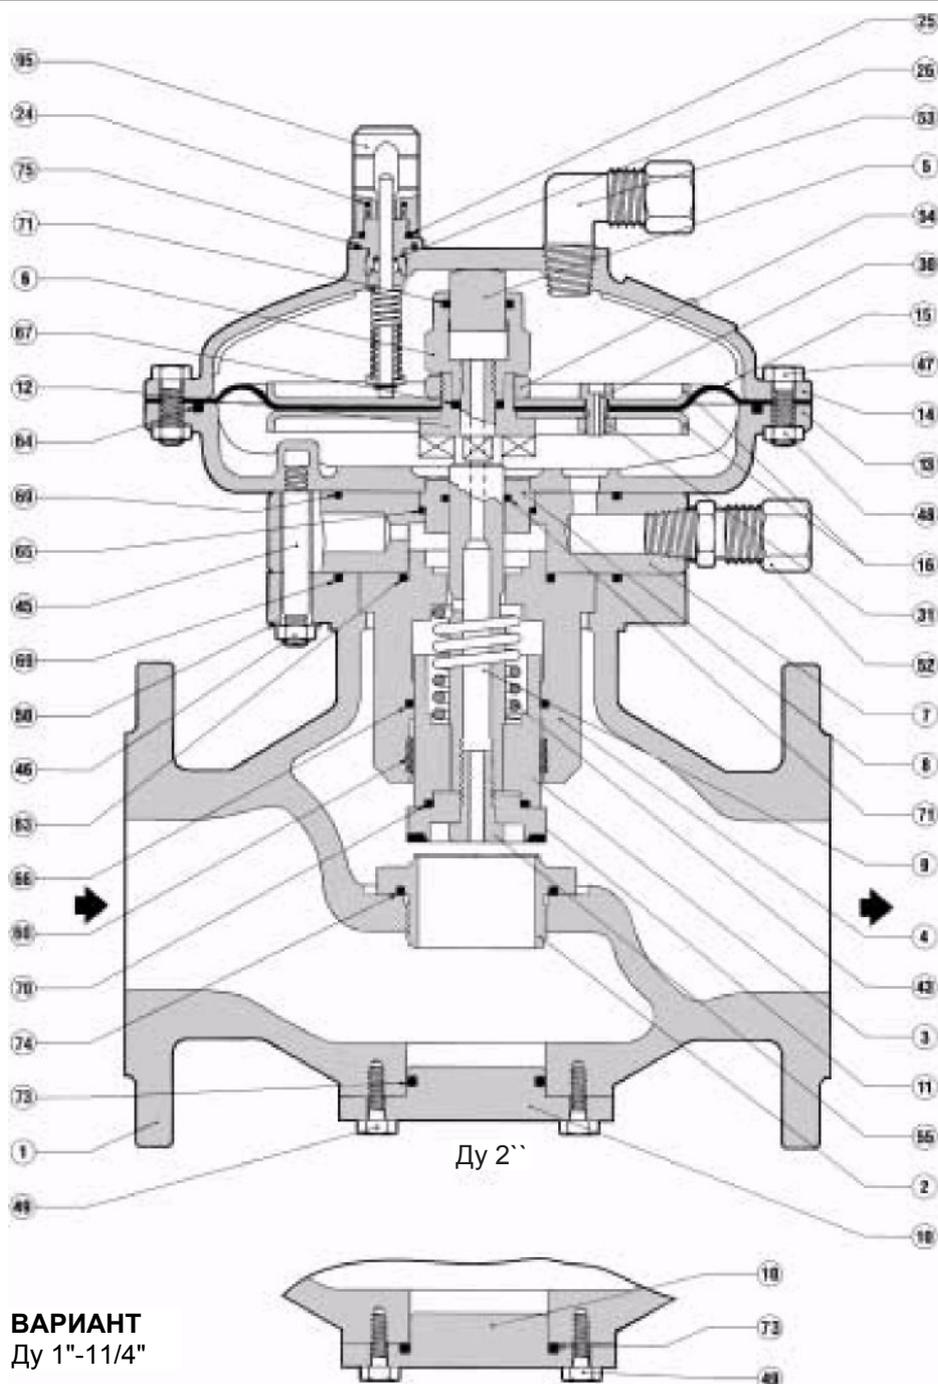

Рис. 18
6.1 Таб. 9 РЕГУЛЯТОР DIXI (РИС. 18 и 21)